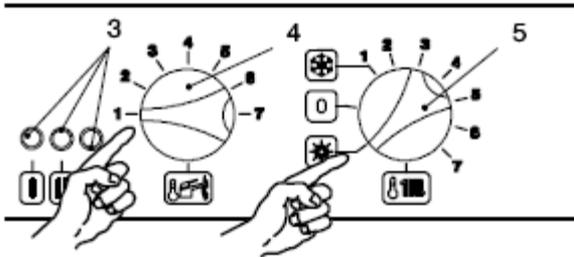

Fig. 7.1.
5. Gire o comando da regulação da temperatura sanitária (4) e o comando de selecção de função (5) no sentido contrário aos ponteiros do relógio e colocá-los como indicado na fig. 7.1.
7. Os indicadores de sinalização 3 (fig. 7.1.) piscam alternadamente: o primeiro e o terceiro piscam alternadamente com o segundo. Iniciou-se assim, a contagem de tempo disponível para a validação da programação dos parâmetros (5 segundos).
8. Gire os comandos 4 e 5 simultaneamente, no sentido dos ponteiros do relógio, até ao topo (fig. 7.2.), de seguida gire-os no sentido contrário até ao mínimo (fig. 7.1.).